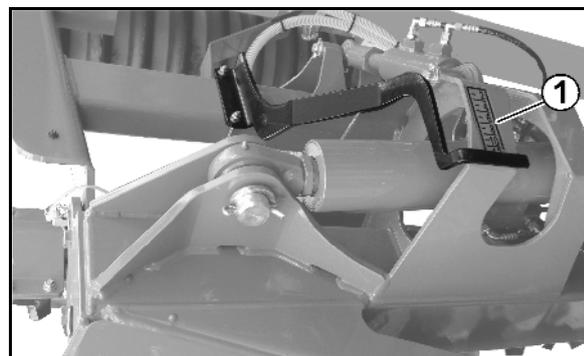

Fig. 37
- Die Arbeitstiefe wird hydraulisch mit Hilfe der Skala (Fig. 37/1) eingestellt.